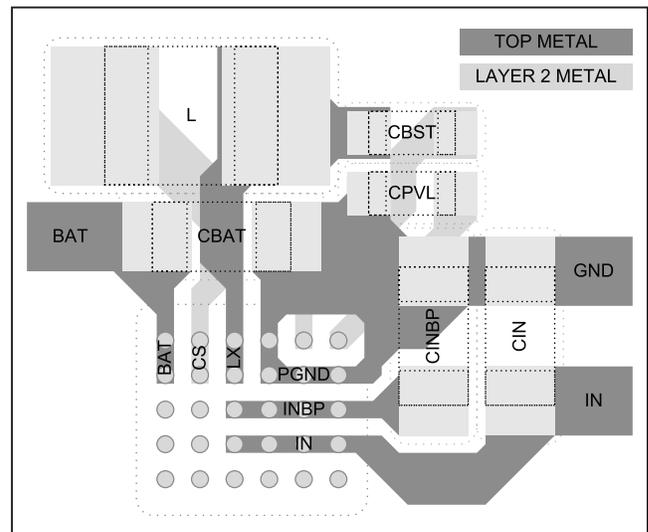
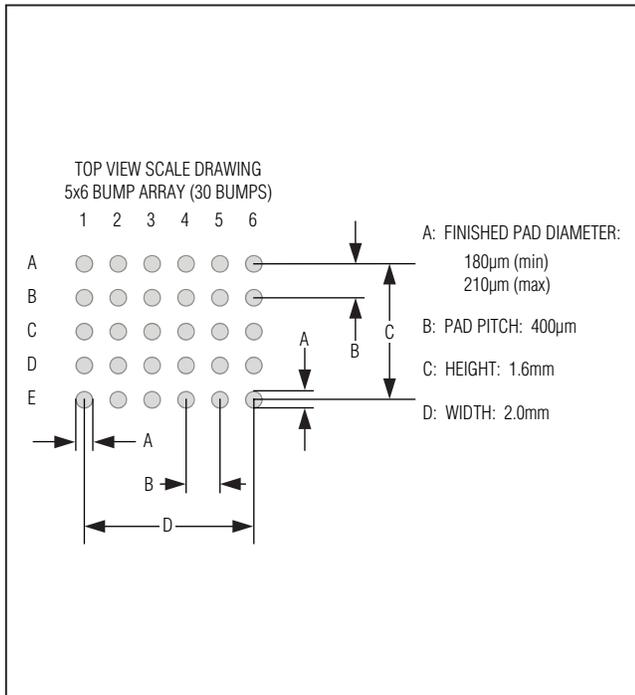
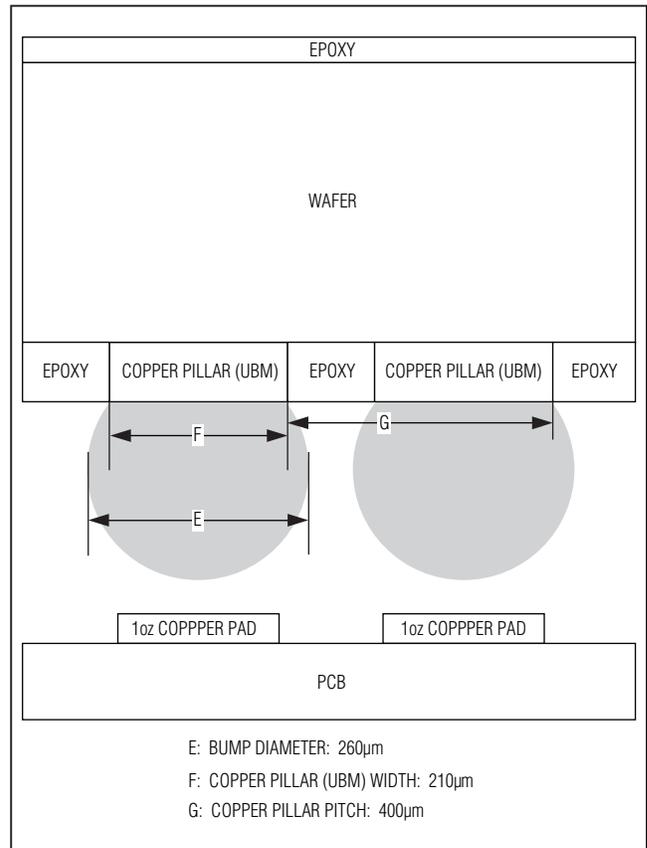

図14. 電源PCBレイアウト例
図15. 推奨ランドパターン
図16. バンプ断面と銅ピラーの詳細
MAX8900_のWLPパッケージとバンブ構成によって、小型で低コストのPCBデザインが可能です。図3と図14は、MAX8900_パッケージの30バンブを18の機能ノードに組み合わせていることを示しています。このバンブ構成は、すべての類似ノードを相互に隣接させて配置し、配線に必要な面積を最小限に抑えています。このバンブ構成によって、WLPバンブマトリクス内にビアを使用しない(つまり、マイクロビアなし)レイアウトも可能です。このビアなしレイアウトを利用するには、 \overline{CEN} は未接続のままにし、STAT3ピンは使用しません(2ピンのステータスバージョン)。
図15は、MAX8900_の推奨ランドパターンを示しています。図16は、MAX8900_のバンブ断面をUnder-Bump Metal (UBM)の詳細とともに示しています。ランドパターンの各パッドの直径は、UBMの直径に近い値です。このランドパターンとUBMの関係は、各はんだバンブの適正なりフローを得るために重要です。
グランドバウンズとノイズを最小限に抑えるには、注意深いプリント基板レイアウトが重要です。図14は、MAX8900_の重要な電源部品のレイアウト例です。図14に示されていない部品の配置は、重要度があまり高くありません。完全なPCBレイアウトの例については、MAX8900の評価キットを参照してください。MAX8900_ PCBをレイアウトする際には、アプリケーションノート1891「ウェハレベルパッケージ(WLP)とその応用」(japan.maxim-ic.com/ucsp)に加え、以下のガイドラインリストを使用してください。
- 5) 図14では、CSノードはビアを使って金属の第2層に接続されています。1.5Aの電流を処理可能なローインピーダンスのビアを使用してください。また、インピーダンスを最小限に抑えるには、第2層上で配線するインダクタ電流経路は第1層のインダクタ電流経路のすぐ下に配置してください。
- 6) C_{BST} と C_{PVL} はともに、MAX8900_のMOSFETドライバの電流パルスを提供します。寄生インピーダンスを最小限に抑えるには、これらの部品は図14に示すように配置する必要があります。
図14では、最上面層のバンクパッドの多くは最上面金属で相互に接続されています。最上面層金属でバンクを相互に接続する場合、はんだマスクは、図15に示すように180 μ m~210 μ mのパッドを定める必要があります。はんだマスクを定めたパッドを使用する場合、PCBレイアウトツールによっては、はんだマスク開口部を自動的にオーバーサイズにする構成設定を備えているため、ボードを注文する前に、PCBガーバーファイルのはんだマスク開口部を念のためチェックしてください。また、はんだマスクが変更されてはならないことをPCBファブノートに注記してください。はんだマスクを変更する最適化ツールがPCBファブハウスで使用されている場合があります。はんだマスクを定めていないパッドを使用しないレイアウトが可能です。これらのレイアウトを使用する場合は、上記のA~Gの推奨事項を守ってください。